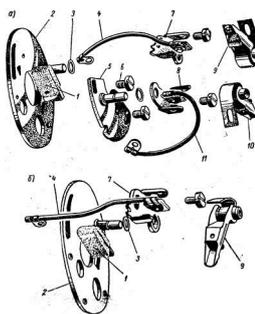

Рис. 15. Детали прерывателей:
**Прерыватель мотоцикла Ява-350.** Основанием прерывателя (рис. 15, а) служит круглый диск 2, укрепленный на корпусе генератора двумя винтами М4Х5. Диск цинтрируется наружным диаметром по трем выступам, имеющимся на корпусе генератора. Диск имеет возможность ограниченного поворота для регулировки момента размыкания контактов прерывателя, так как крепежные винты проходят через криволинейные пазы в диске.
**Прерыватель мотоцикла Ява-250.** Он в отличие от вышеизложенного имеет только один молоточек с наковальней, укрепленные на основном диске (рис. 15, б). Уход за прерывателями заключается в поддержании между контактами в период их максимального размыкания зазора в пределах 0,35-0,40 мм содержании механизма в чистоте и регулярной проверке затяжки винтов. При этом необходимо помнить, что после регулировки зазора требуется регулировка опережения" Необходимо периодически наполнять фильц прерывателя смазкой, однако не следует ею злоупотреблять, так как излишки масла попадут на контакты и покроют их изоляционной пленкой. Замаслившиеся контакты следует протереть тряпкой, смоченной в чистом бензине, дать им просохнуть и только после этого заводить двигатель,